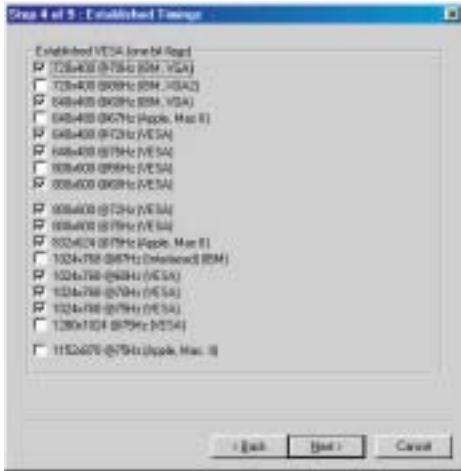

Fig. 18
3. Click **Next** , bring up Fig. 18.